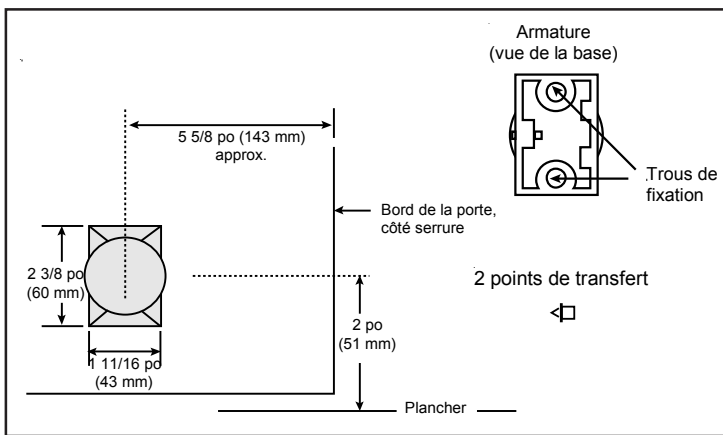

Figure 5. Montage de l'armature
Remarque : L'armature doit être montée verticalement (Fig. 5) pour être bien alignée avec l'électroaimant.
2. Placez les points de transfert dans les trous de fixation de l'armature (Fig. 5).